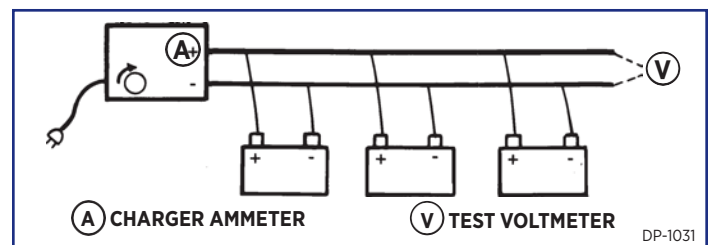

FIGURE 2.
通过限制电压，将电池连接起来，充电电流被分流，每个电池只接收其在充电器电压下可以接受的充电电流。（典型连接见图2）由于这些差异，充电程序也有所不同。
2. 如图2所示，将电池和测试电压表连接到充电器。确保所有连接处干净、牢固。将充电电压设置为不超过16.0伏。充电器最初可能无法达到这个电压，但随着电池充电增多且接受电流更少，电压将会上升。充电器的电流表显示连通向连接电池的总电流。该电流分流入各个电池。但不用以衡量每个电池的电流接纳程度。不要连接过多的电池，以免超出充电器的能力。遵循充电器制造商的说明。